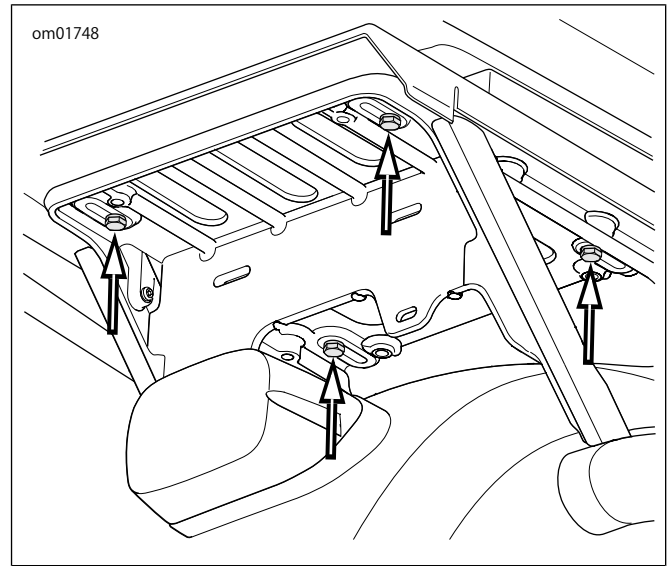

図4。Tour-Pakブラケットスクリュー(APC/中国モデル)
- c. APCモデル: 「図4」を参照。4組のスクリューと平ワッシャーとアダプタープレートをサポートラックから取り外す。前方にスライドさせて、L字フックを外す。